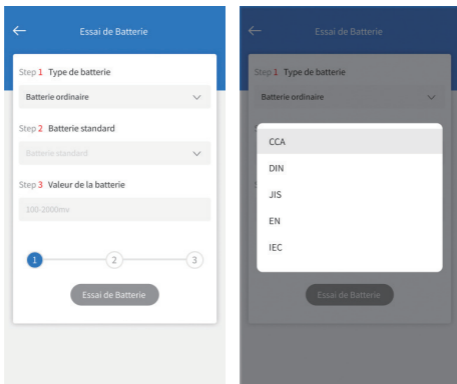

Figure 4.1.2
3. Sélectionnez la norme de batterie correspondante (voir figure 4.1.2). La norme spécifique de la batterie est également indiquée sur l'étiquette de la batterie.